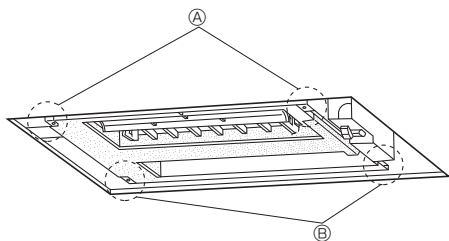

Fig. 5-2
①	Rejilla	1
②	Tornillo	6	M5 × 0,8 × 16
③	Tornillo	1	4 × 16
- ④ Puntos para fijar la rejilla
- ⑤ Puntos para fijar la rejilla
- ⑥ Unidad interior
- ⑦ Superficie del techo
- ⑧ Depósito de desagüe
- ⑨ Ubicaciones para fijar la rejilla frontal
- ⑩ Asegúrese de que estas superficies estén igualadas (0 - 3 mm).
5.2. Comprobaciones a realizar antes de la colocación (Fig. 5-2, 3)